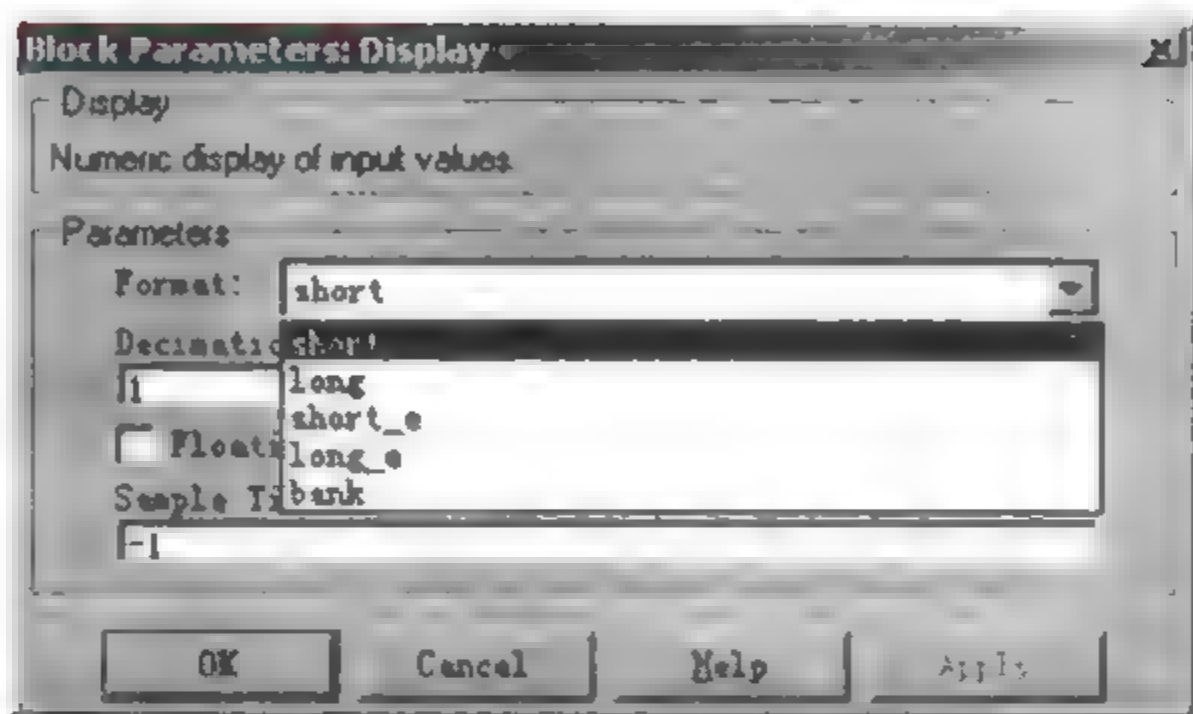

图 7.18 Display 模块参数对话框
(3) 模块数据类型, 该模块接受和输出任意数据类型的实数或复数值信号。
(4) 模块参数对话框. 该模块的参数对话框如图 7.18 所示.